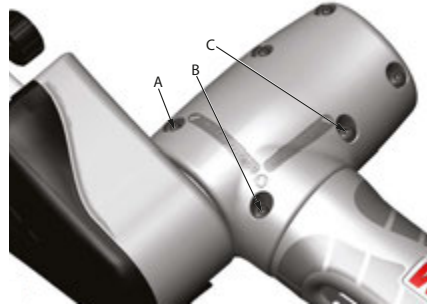

Abb. 4
2. Lösen Sie die M4 Kopfschrauben "A" und "B": (Siehe Abb. 4.)
2. Lösen Sie die M4 Kopfschrauben "B" und "C": (Siehe Abb. 4.)